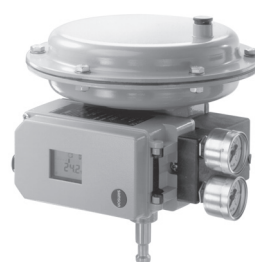
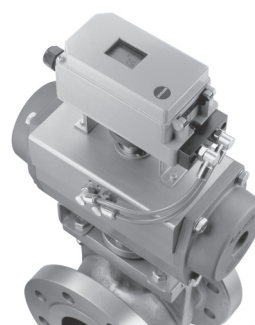

Fig. 1 · Type 3730
Fig. 3 · Type 3730
- Adaptation simple sur les servomoteurs linéaires ou rotatifs avec kits de pièces pour montage intégré SAMSON (fig. 1) sur profil NAMUR (fig. 2) ou montage sur colonnes selon IEC 60534-6-1, ainsi que sur les servomoteurs rotatifs selon VDI/VDE 3845 (fig. 3)